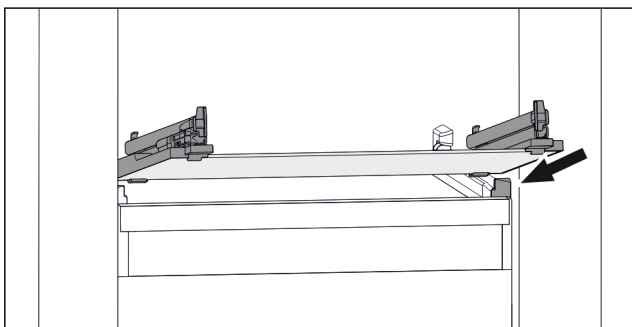

Fig. 134 Reprezentare exemplificativă a plăcii de sticlă
- Așezați placa de sticlă oblic în spatele opritoarelor. (vezi Fig. 134)